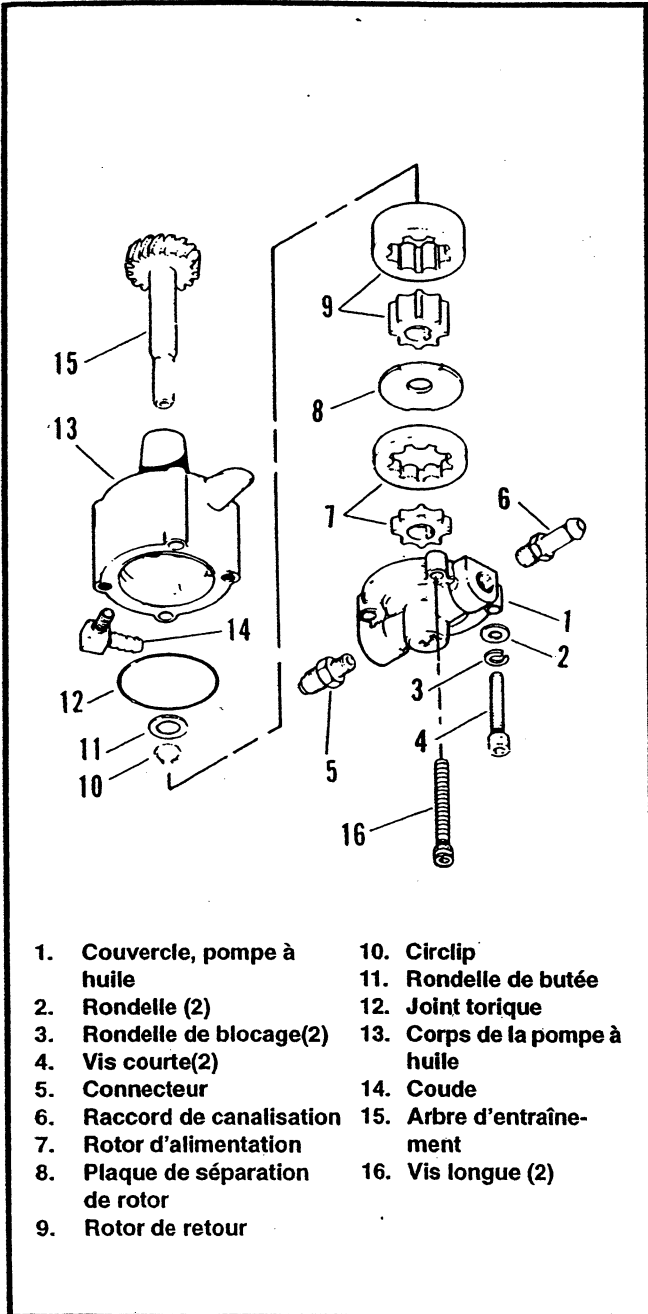

Figure 3-45. Pompe à huile
2. Pendant les 180° de rotation suivants, l'ouverture décroît de manière à ce que l'huile pénètre dans le passage de sortie.- Voir Figure 3-45. L'huile descendant du réservoir entre dans
3. Voir Figure 3-45. Retirez avec précaution les deux vis (16) du carter moteur maintenant la pompe à huile au carter. La pompe peut tomber une fois les deux vis retirées. Jetez le joint de montage.
4. Retirez les deux vis (4), les rondelles de blocage (3) et les rondelles (2). Soulevez le couvercle (1) du corps (13). Retirez et jetez le joint torique (12).
5. Faites glisser les deux pièces de l'ensemble du rotor d'alimentation (7), la plaque de séparation (8) et les deux pièces de l'ensemble du rotor de retour (9) hors de l'arbre d'entraînement (15).
6. Retirez et jetez le circlip (10). Retirez la rondelle de butée (11) et l'arbre d'entraînement (15).
1. Voir Figure 3-45. Installez l'arbre d'entraînement (15) dans son boîtier(13). Enfilez la rondelle de butée (11) sur l'extrémité de l'arbre. Installez un circlip **neuf** (10) dans la rainure de l'arbre (15).